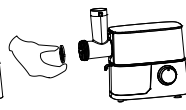
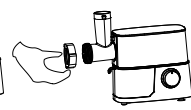

Рис. 5
Рис. 6
- Выберите одну необходимую решётку (10) и установите её поверх ножа, совместив выступы на решётке с пазами в корпусе головки мясорубки (7) (рис. 5), закрутите гайку (11) (рис. 6).